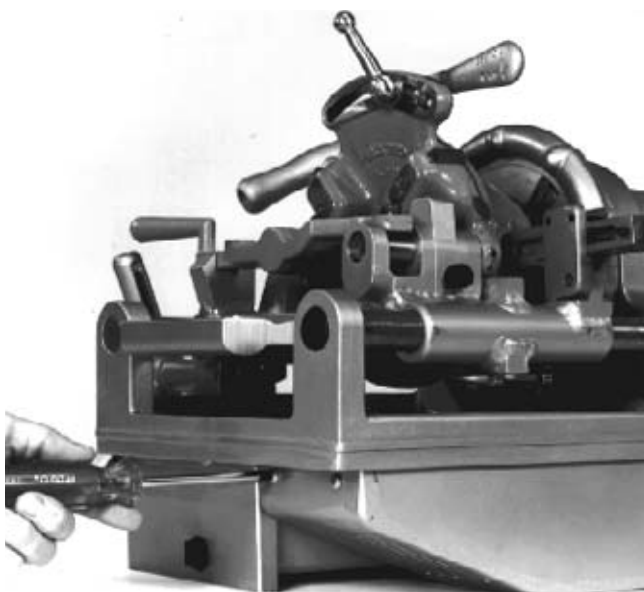

Figure 14 – Retrait des vis du capot moteur
2. Dévissez les trois vis de fixation du couvercle du capot moteur, puis retirez le couvercle (Figure 14).